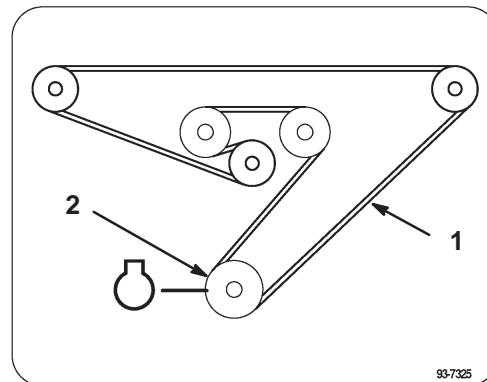

Bild 7
- Ziehen Sie die Spannscheibe zum Entspannen des Treibriemens nach außen und bringen Sie den Riemen über die obere Riemenscheibe des Motors (Bild 7).